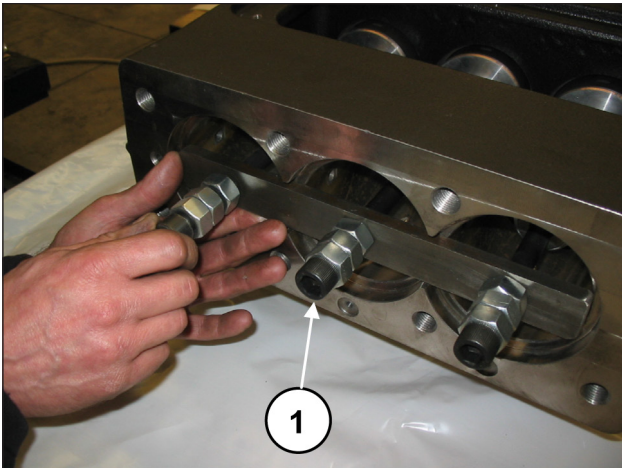
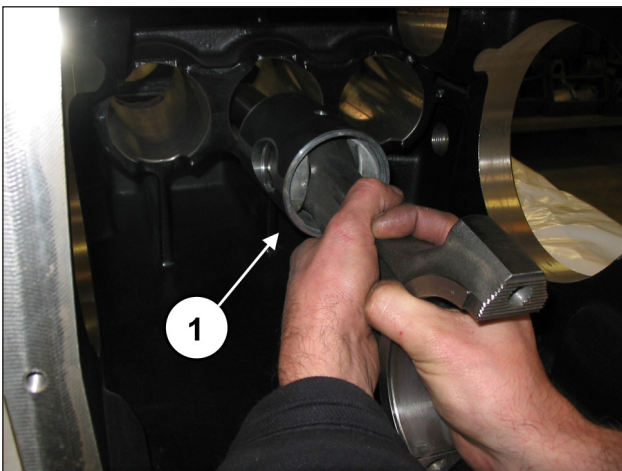
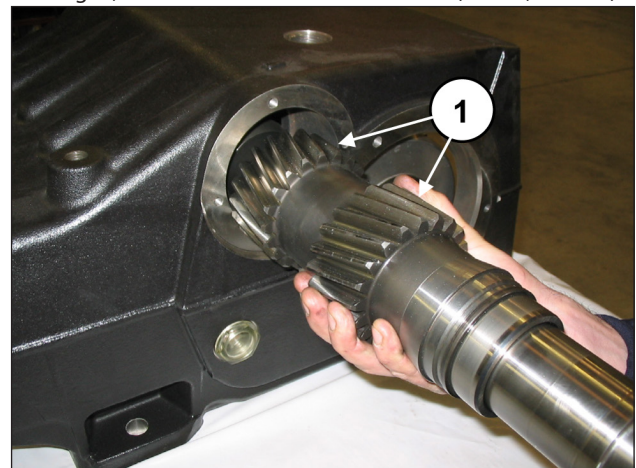

Abb. 40
Abb. 41
Abb. 55
Drehen Sie die Schrauben des Werkzeugs Art. 27566200 zum Lösen der Pleuelstangen ab (Pos. ①, Abb. 40) und ziehen Sie anschließend die Baugruppe Pleuelstange-Kolbenführung von der hinteren Gehäuseöffnung heraus (Pos. ①, Abb. 41).
Trennen Sie Pleueldeckel und Pleuelhälften; die vorschriftsmäßige Paarung wird durch die seitliche Nummerierung garantiert (Pos. ①, Abb. 42). Nachdem Sie das Gehäuse auf perfekte Sauberkeit überprüft haben, setzen Sie die Baugruppe Pleuelhälfte-Kolbenführung in die Buchsen des Gehäuses ein (Pos. ①, Abb. 41).
Arretieren Sie die drei Baugruppen mit dem entsprechenden Werkzeug Art. 27566200 (Pos. ①, Abb. 40).
Entfernen Sie das Werkzeug zur Sicherung der Pleuelstangen Art. 27566200 (Pos. ①, Abb. 40) und schieben Sie die Pleuelstangen bis auf Anschlag mit der Kurbelwelle zurück. Bauen Sie die vormontierte Zapfwelle in das Gehäuse ein (Pos. ①, Abb. 55), u.z. auf der entgegengesetzten Seite zum vorab montieren Außenring des Lagers und zur Schmierbuchse der Lager.
Achten Sie beim Einschieben der Zapfwelle in das Gehäuse auf die Ausrichtung der Verzahnung lt. Abb. 55.